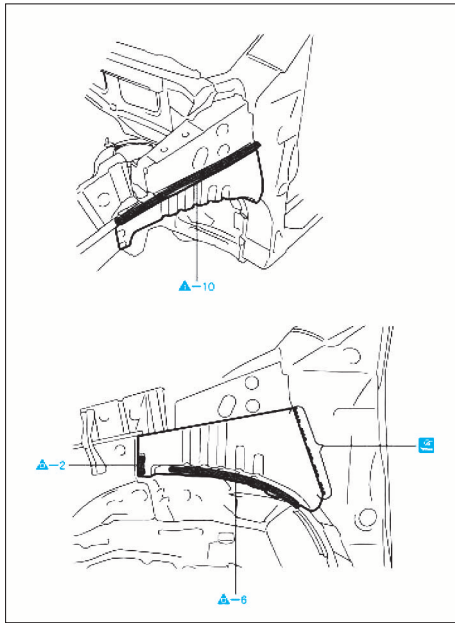

FIG. 9
- Dépointer aux endroits indiqués (Fig.9).